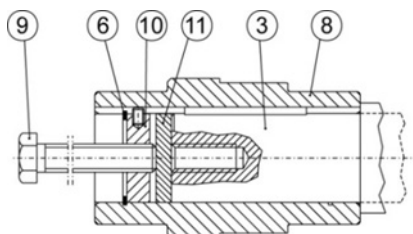
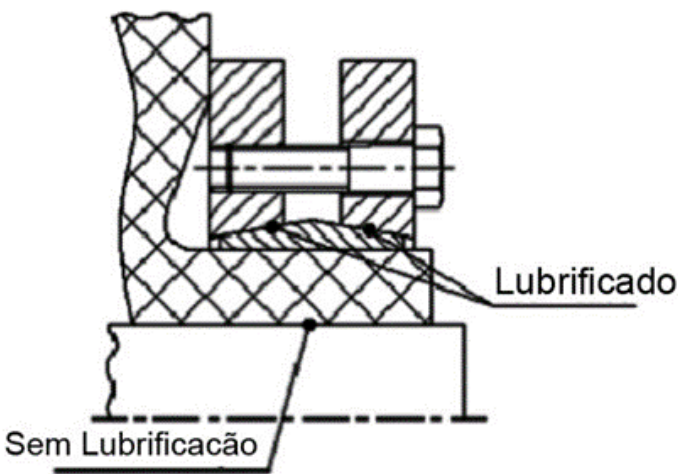

Figura 6 - Desmontagem do eixo do cliente com ou sem o batente de contato
Figura 8 - Lubrificação das superfícies cônicas
- Solte os parafusos de travamento (3) apenas alguns fios de rosca. Não os solte completamente!
- Retire completamente a graxa do orifício do eixo vazado (2). Ele deve estar TOTALMENTE livre de graxa!
- Retire completamente a graxa do eixo do equipamento (1) na área de aperto do disco de contração. Ele deve estar TOTALMENTE livre de graxa!
- Elementos sujos ou usados, devem ser desmontados e limpos antes da instalação final. Durante a montagem do elemento, somente as superfícies cônicas e parafusos devem ser lubrificados (usar Molycote MoS2, ver figura 6).
- Empurre o disco de contração sobre o eixo vazado (2) até que o anel externo do disco de contração esteja nivelado com o eixo vazado (2).
- Introduza o eixo do equipamento desengraxado (1) no eixo vazado (2) de modo que a área da união de contração seja totalmente utilizada.
- Aperte ligeiramente os parafusos de travamento (3) em sequência, no sentido horário com diversas voltas, de modo que ambos os anéis externos (5) sejam fixados paralelamente entre si. A quantidade de parafusos de travamento depende do tamanho do disco de contração.
- Importante verificar o posicionamento correto do eixo da máquina no eixo vazado do redutor, para que o eixo da máquina esteja por completo inserido. Ver figura 8.